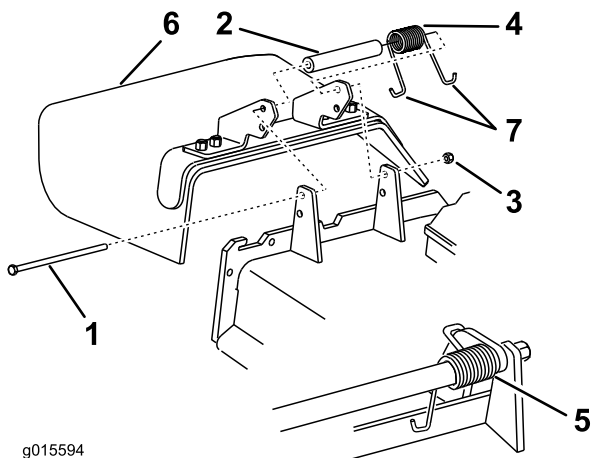

Figure 72
1. Retirez le contre-écrou, le boulon, le ressort et l'entretoise qui fixent le déflecteur aux supports de pivot (Figure 72). Enlevez le déflecteur s'il est endommagé ou usé.
Remarque: Prenez soin de placer une extrémité en **J** du ressort derrière le bord du tablier avant de mettre le boulon en place, comme illustré à la Figure 72.
3. Remettez le boulon et l'écrou. Accrochez l'extrémité en **J** du ressort au déflecteur d'herbe (Figure 72).